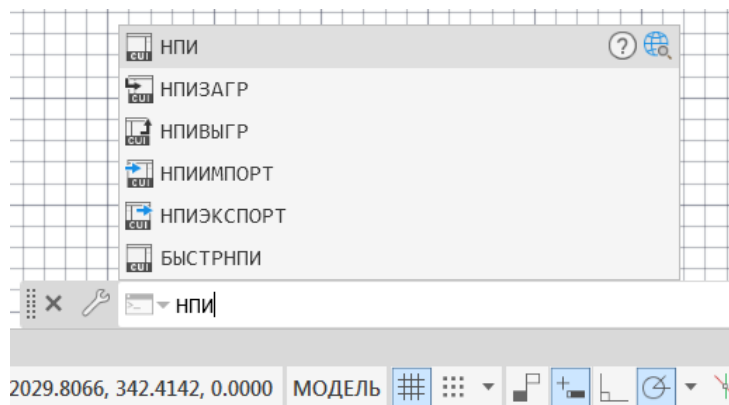

Рис. 14. Переход на панель УАЭПИ из командной строки
3.1. Путем вызова из *Командной строки* (рис. 14)